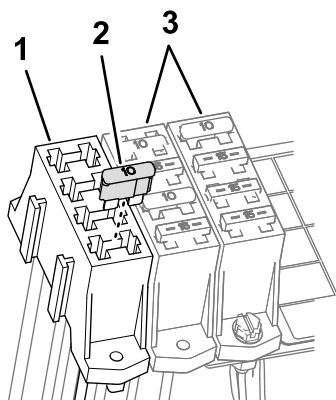

Figura 20
2. Installate il fusibile nella presa posta nel portafusibili ausiliario (Figura 20).